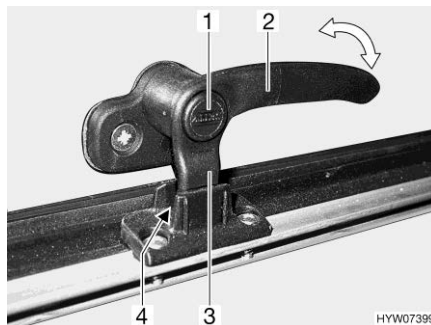
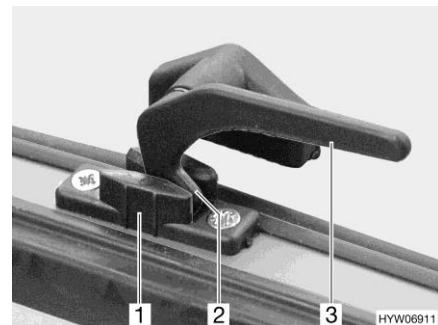

Bild 91 Låsarm med låsknapp i läget
Bild 92 Låsarm i läget "kontinuerlig
- I läget "kontinuerlig vädning" (Bild 91 och Bild 92)
- Tryck på låsknappen (Bild 91,1) om sådan finns och håll den nedtryckt.
- Vrid alla låsarmar (Bild 91,2 eller Bild 92,3) ett kvarts varv mot luckans mitt.
- Vrid tillbaka alla låsarmar. Därvid måste låsspaken (Bild 91,3 eller Bild 92,2) föras in i spåret på lucklåset (Bild 91,4 eller Bild 92,1).